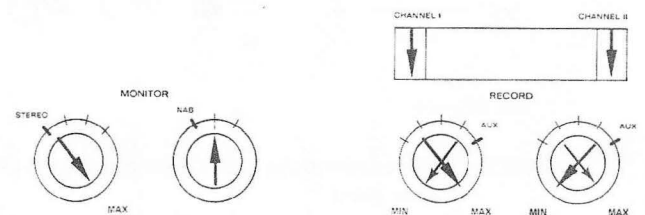

Bild 6.6.–84
- Bedienungselemente nach Bild 6.6.–84 einstellen.